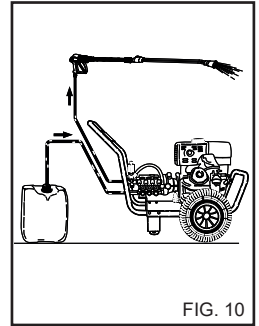

FIG. 10
- 4) Après l'emploi avec du détergent, rincer le circuit d'aspiration; enfler le tuyau d'aspiration (fig. 10) du détergent dans un bidon d'eau propre et faire fonctionner la pompe pendant 1 minute avec le robinet de dosage complètement ouvert et la lance en phase de sortie du détergent.